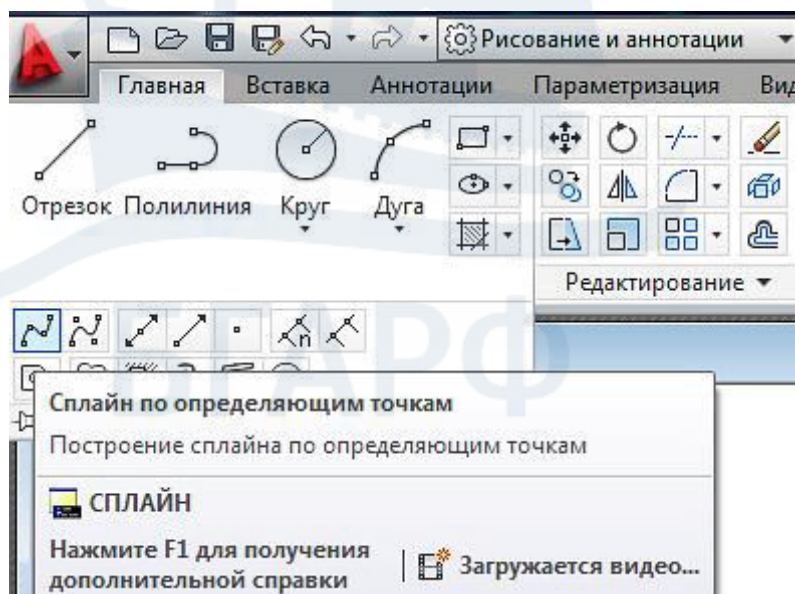

Рис. 137
- щелчком мыши по кнопке  или  на панели инструментов **Рисование** на вкладке **Главная** ленты инструментов, предварительно кнопкой  открыв дополнительный список инструментов (рис. 137);